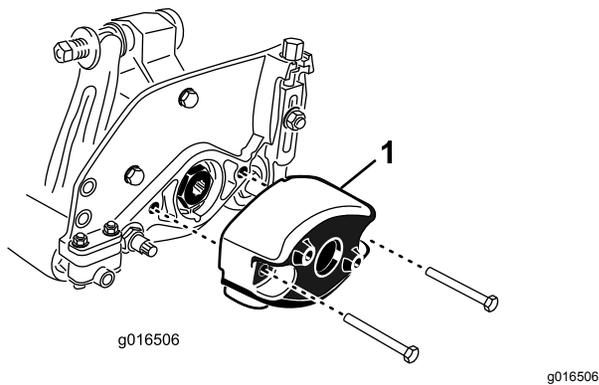

図 9
1. カウンタウエイトをカッピングユニットの左側に固定しているボルト2本を外す。カウンタウエイトを取り外す **図 9**。
5. カuttingユニット右側で、カウンタウェイトのOリングに薄くオイルを塗り、先ほど取り外したボルトを使ってウェイトをCuttingユニットに取り付ける図 9。ボルトを16-20 N・m3.7-4.6 kg.m = 12-15 ft-lbにトルク締めする。